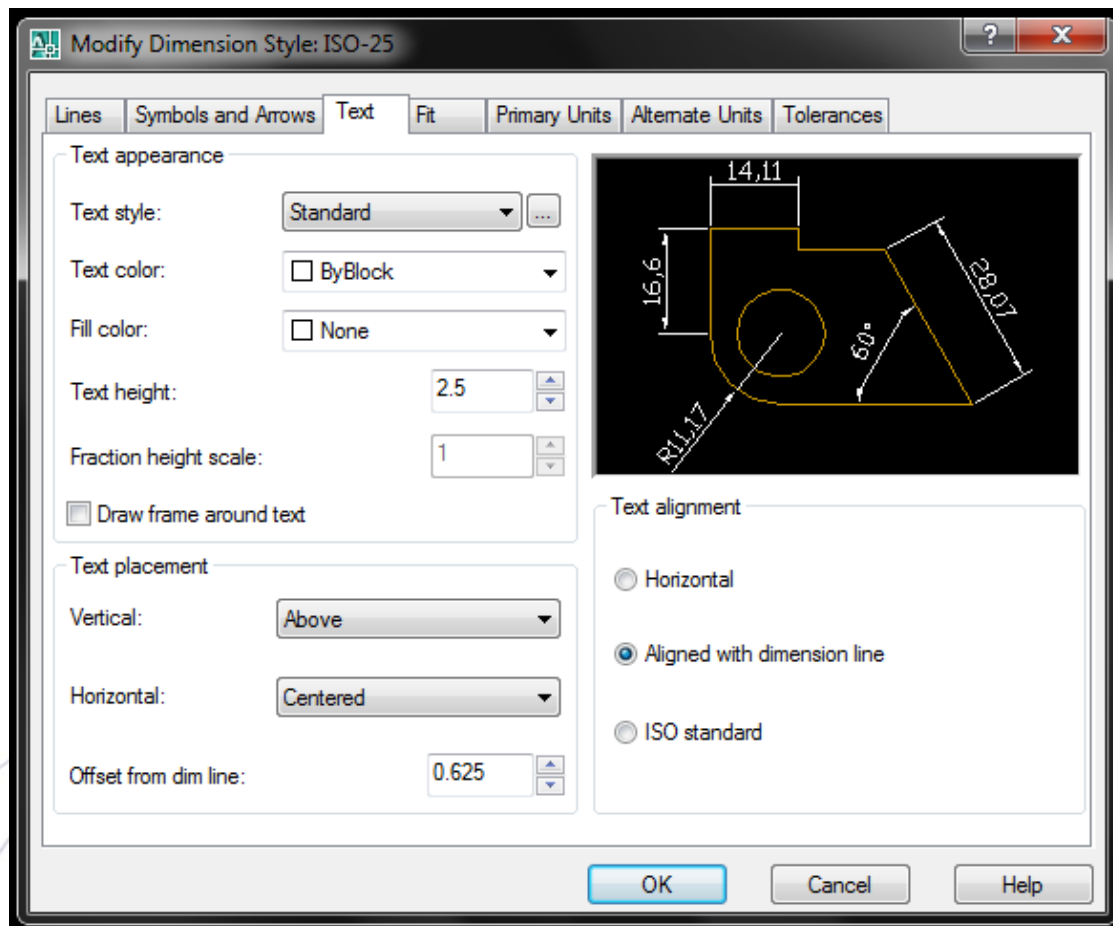

Figura 2.133. *Modify* (AutoCad 2007).
**Ficha Text** (ver figura 2.133).